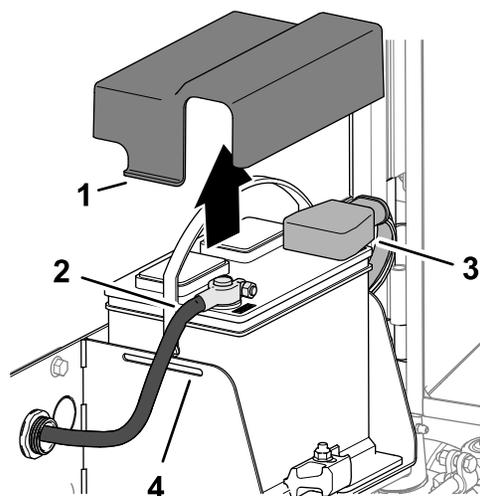

図 100
- バッテリーカバーの側面を両側から押して、カバーをバッテリートレイから外す **図 100**。